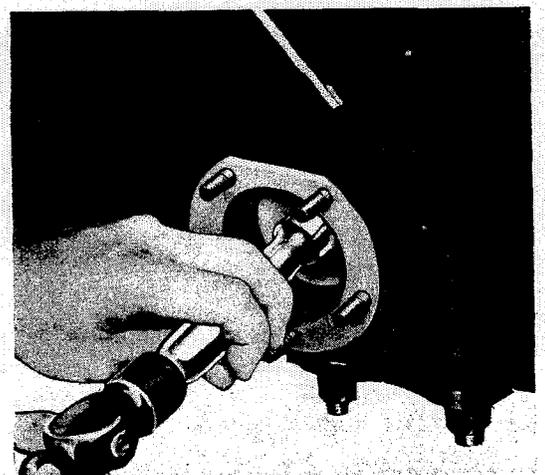
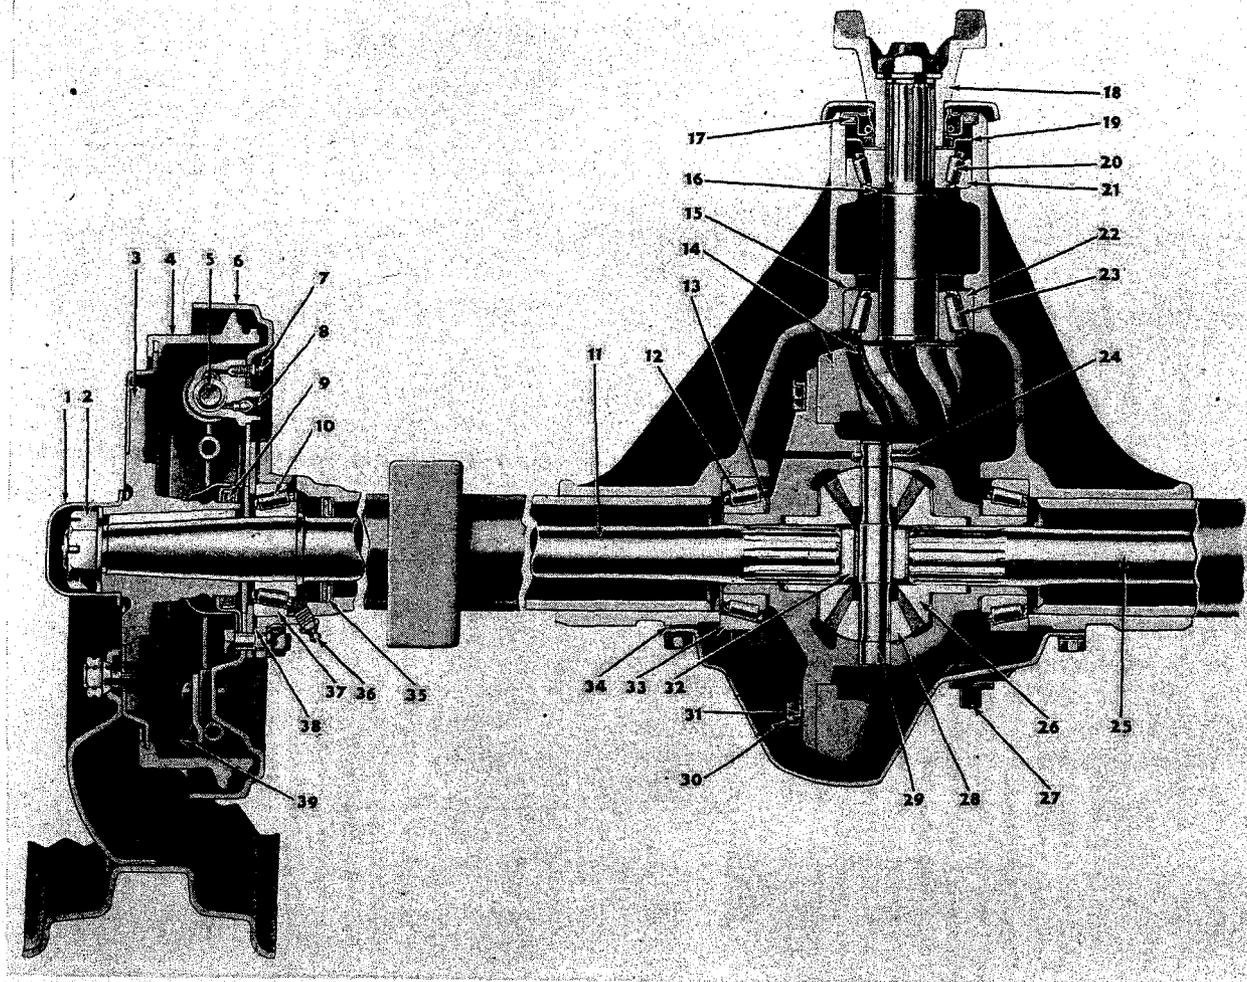
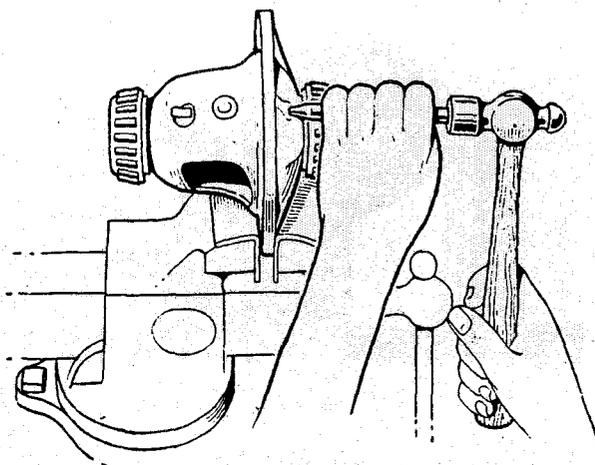

Fig. 168 Eintreibhorn für Simerring
Fig. 169 Hinterachse
Fig. 172 Entfernen des Sicherungsstiften
Für den Zusammenbau gilt die umgekehrte der für das Zerlegen festgelegten Reihenfolge. Prüfe den Simerring der Hinterachswelle, Nr. 35 in Fig. 169, bevor die Welle eingesetzt wird. Muss er ersetzt werden, so ist für den Einbau Eintreibdorn W-186 Fig. 168, zu benutzen. Ebenso ist der äussere Simerring, Nr. 9 in Fig. 169 zu prüfen. Besteht irgend ein Zweifel über seinen Zustand, ist er durch einen neuen zu ersetzen. Die Radlager sind so einzustellen, wie es im Abschnitt "Räder" beschrieben ist.
6. Die Welle der Ausgleichsräder, Nr. 29 in Fig. 169, wird von einem Sicherungsstiften gehalten. Mit einem dünnen Durchschläger ist der Stift herauszutreiben, wie es in Fig. 172 dargestellt ist, damit die Welle entfernt werden kann.